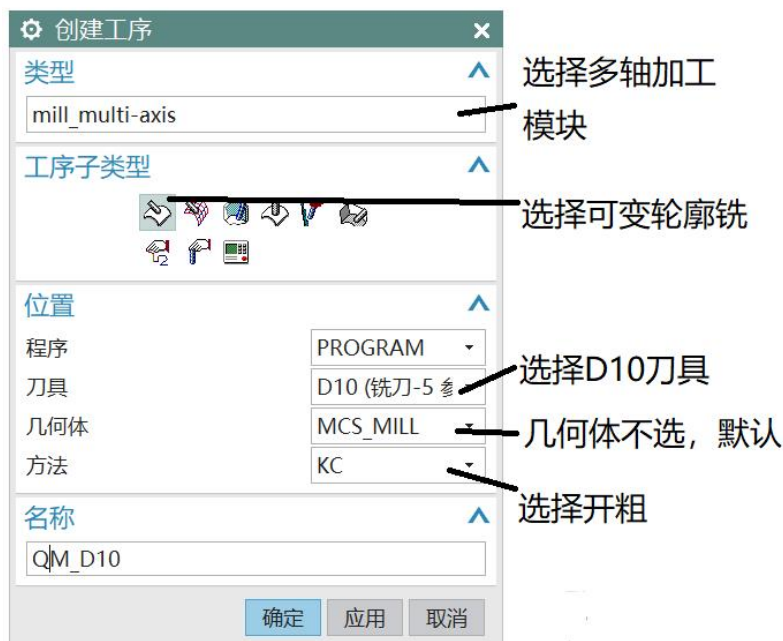

图 7-5 创建工序
(3) 粗加工刀路编制
①、创建工序，如图 7-5 所示。设置好参数后，点击确定进入图